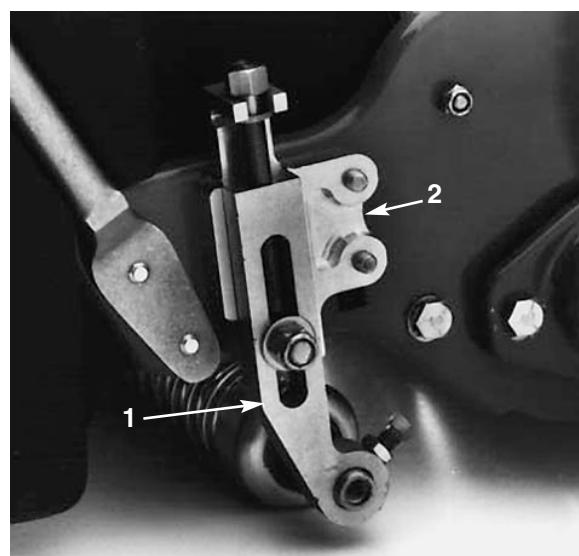

Fig. 6
2. Afloje las contratuerca que fijan los brazos de altura de corte a los soportes de altura de corte (Fig. 6).